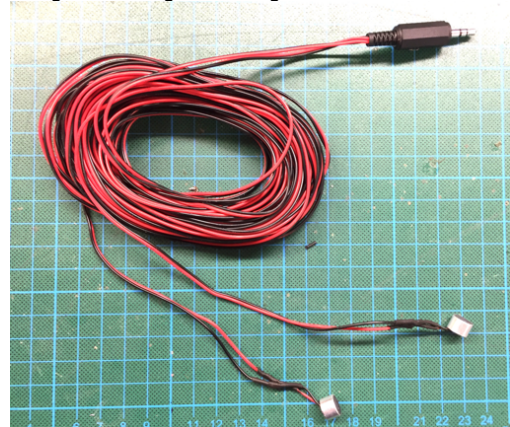

Abbildung 5: Fertiges Objekt
- Lötstellen flach umbiegen. Schrumpfschläuche über Lötstellen schieben und schrumpfen (vgl. Abbildung 5).